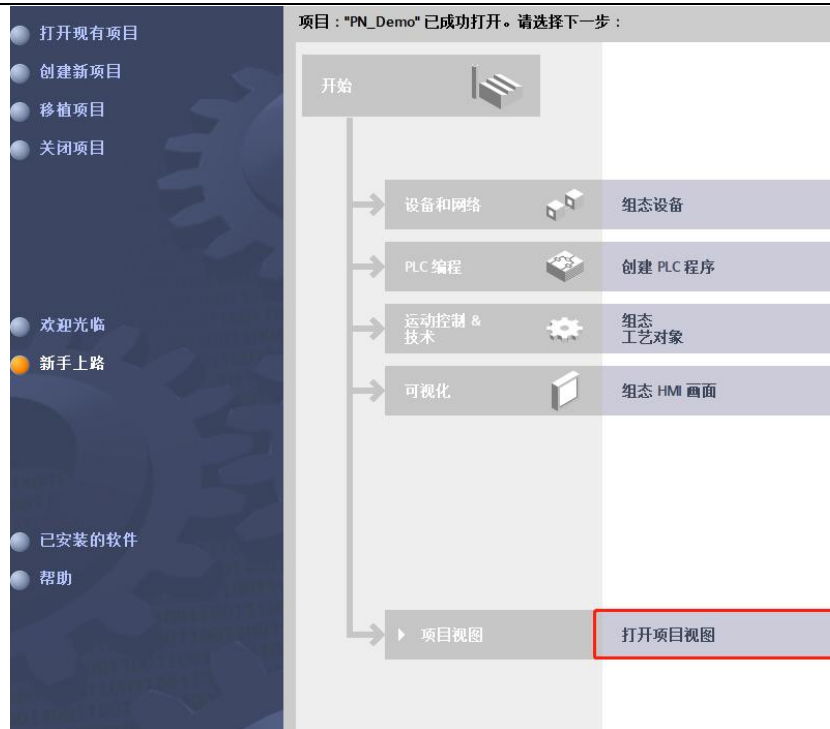

图 1-2a
1.2 输入工程名称 PN_Demo 及保存路径，然后创建工程，打开项目视图（如图 1-2a ~ 1-2b 所示）：